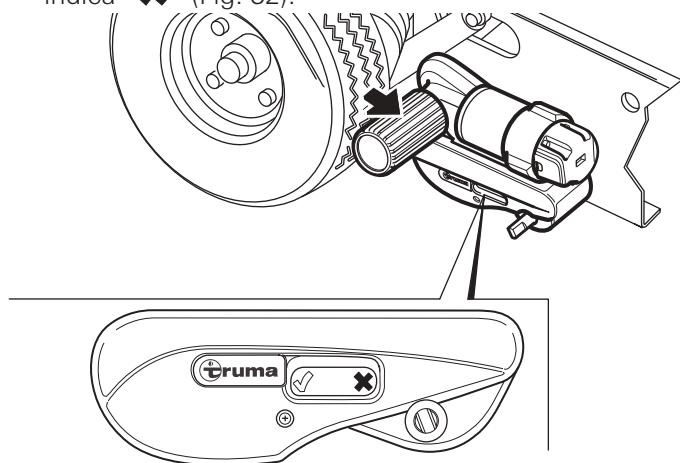

Fig. 32
- L'allontanamento è riuscito quando l'indicatore di stato sull'alloggiamento del sistema di manovra indica ✕ (Fig. 32).